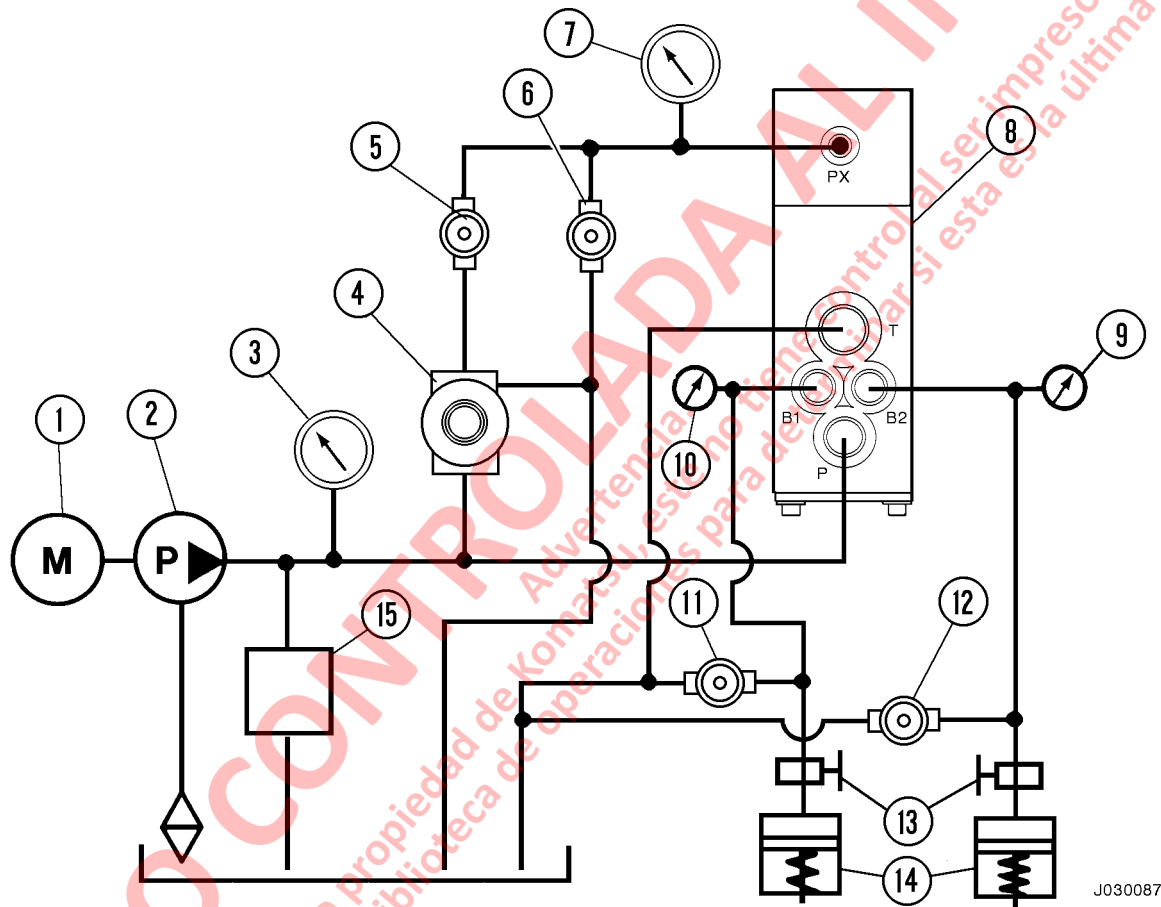

FIGURA 3-11. PREPARACIÓN DEL BANCO DE PRUEBAS DE LA VÁLVULA DE RELÉ DUAL
- Módulo de prueba hidráulica (Consulte la Figura 3-11)
1. Ubique la válvula en el módulo de pruebas, como se muestra en la Figura 3-11.
5. Conecte los puertos de potencia regulada «B1» y «B2» a las líneas de prueba. Los dispositivos de monitoreo de presión en estas dos líneas deben tener una capacidad de 20 680 kPa (3000 psi). Conecte todos los puertos según el diagrama que se muestra en la Figura 3-11. Todos los puertos se deben usar y conectar.